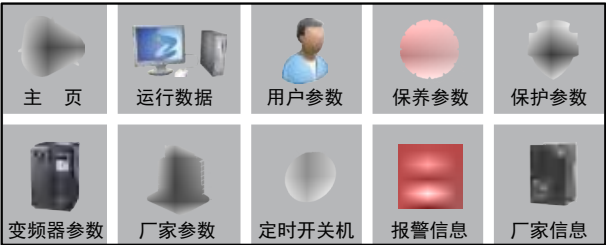

图 3-4 菜单选择页面（示意图）
2) 点击右上角的 "菜单" 按钮，进入图 3-4 界面，可以依次点击：主页、运行参数、用户数据、保养参数、保护参数，变频器参数、厂家参数、定时开关机、报警信息、厂家信息：